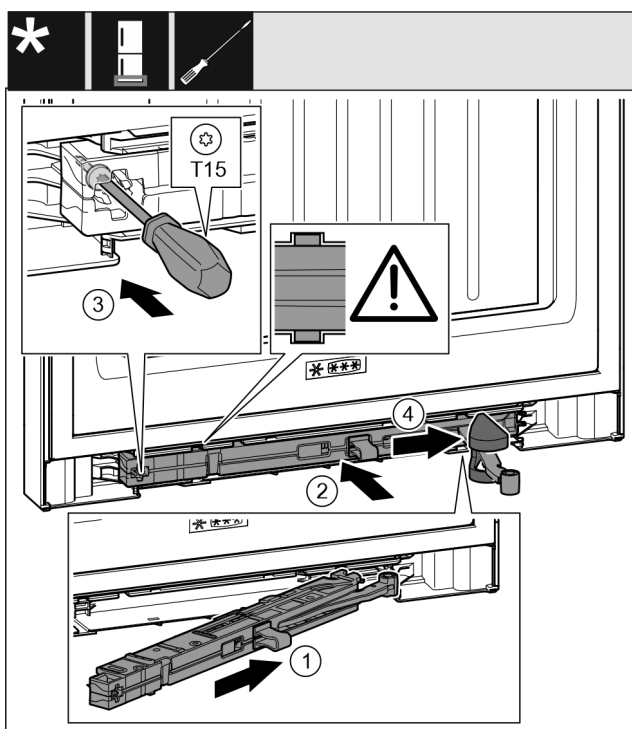

Fig. 42
- Côté support de palier, pousser l'unité d'amortissement de fermeture Fig. 42 (1) jusqu'en butée de biais dans l'évidement.
- Pousser complètement l'unité d'amortissement de fermeture Fig. 42 (2) dans l'évidement.
- Serrer la vis Fig. 42 (3) avec un tournevis.
- Pousser le cache Fig. 42 (4) sur la jointure.